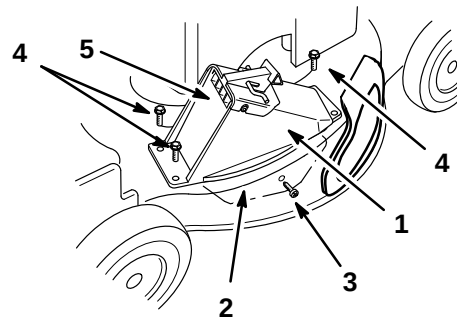

Figure 34
1. Oeillets (4)
6. Insérer la patte du conduit d'éjection dans le carter de tondeuse (Fig. 34).
7. Faire correspondre les orifices du conduit d'éjection et les œillets du carter de tondeuse (Fig. 34).
8. Faire correspondre l'orifice de la patte du conduit et l'orifice latéral du carter de tondeuse (Fig. 34).
9. Insérer la vis autotaraudeuse fournie avec le sac de ramassage dans l'orifice latéral du carter de tondeuse et dans la patte, et serrer partiellement la vis (Fig. 34).
10. Fixer le conduit d'éjection au carter de tondeuse à l'aide des trois boulons fournis avec le sac de ramassage (Fig. 34).
13. Ouvrir et fermer le volet d'éjection pour s'assurer qu'il peut se mouvoir librement (Fig. 34).